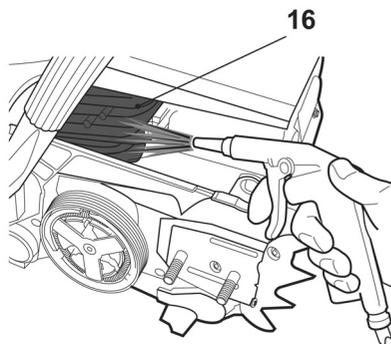

Fig. 51
- > L'accumulation de poussière entre les ailettes du cylindre [16] peut provoquer une surchauffe du moteur. Les ailettes doivent faire l'objet d'un examen et d'un nettoyage régulier [16] (Fig. 51).